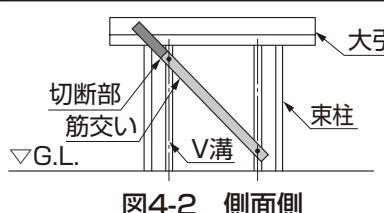
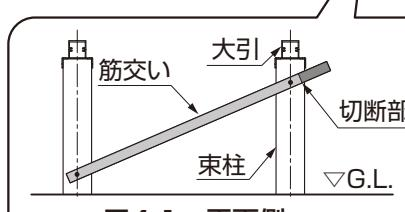

図4-2 側面側
図4-1 正面側
- ①筋交いの取付位置を確認し、束柱からはみ出さないように切断してください。(図4-1、図4-2参照)